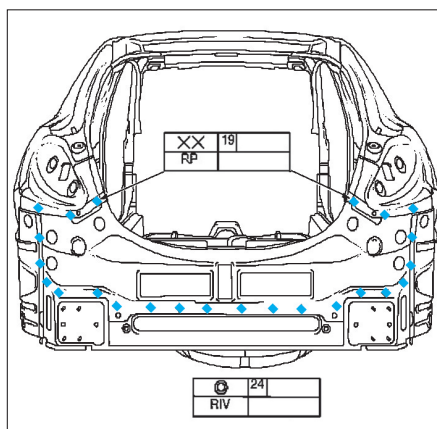

FIG. 104
- Ajuster le panneau extérieur puis percer les trous de rivetage (**fig. 104**).
- Riveter puis souder le panneau extérieur (**fig. 104**).